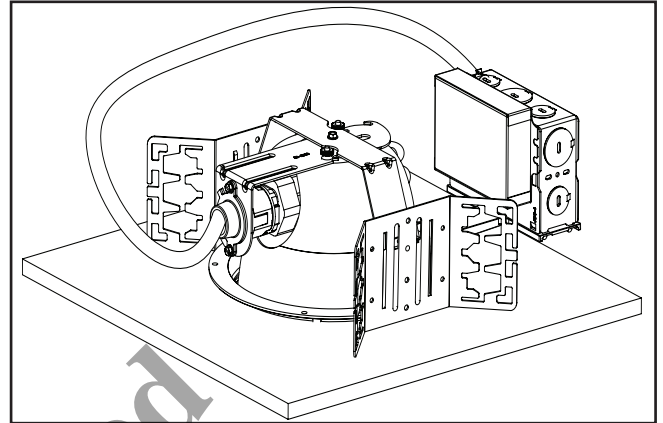

Figura 1.
2. No utilice este equipo para otro fin diferente al indicado. (Figura 1.)